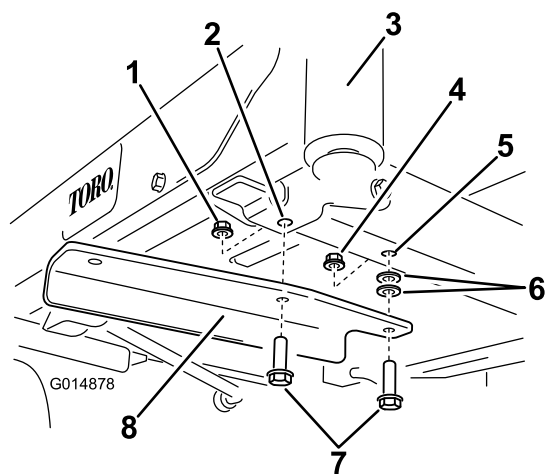

Figura 5
4. Instalai suportul din stânga pe partea inferioară a cadrului folosind 2 uruburi ($\frac{3}{8}$ " x $1\frac{1}{4}$ "), 2 aîbe i 2 contrapiulie ($\frac{3}{8}$ ") (Figura 5).